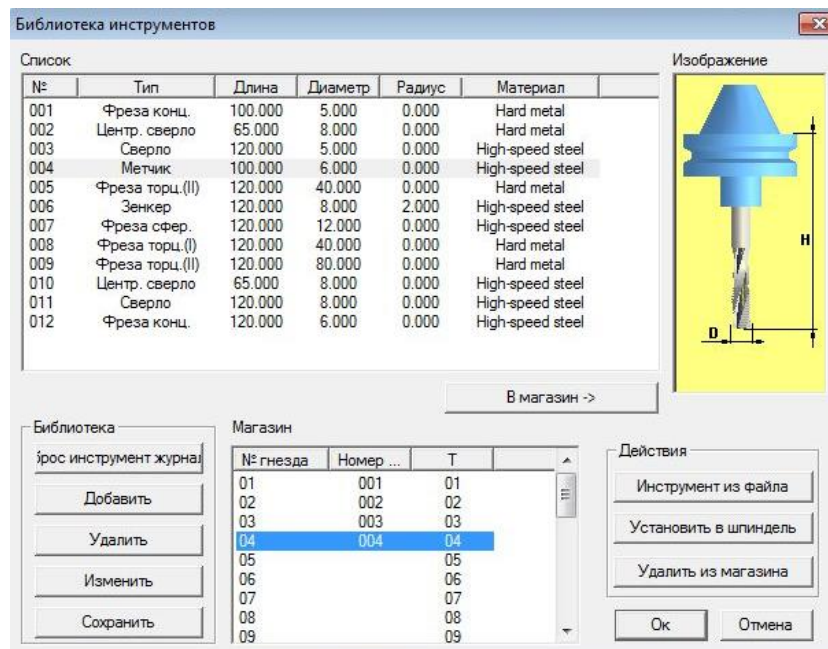

Рисунок 3.11 - Встановлення різальних інструментів в магазин
4.4. Встановіть відредаговані інструменти в позиції з 1-ої по 4-у револьверної головки, перетягнувши їх в «Магазин» (рис. 3.11).